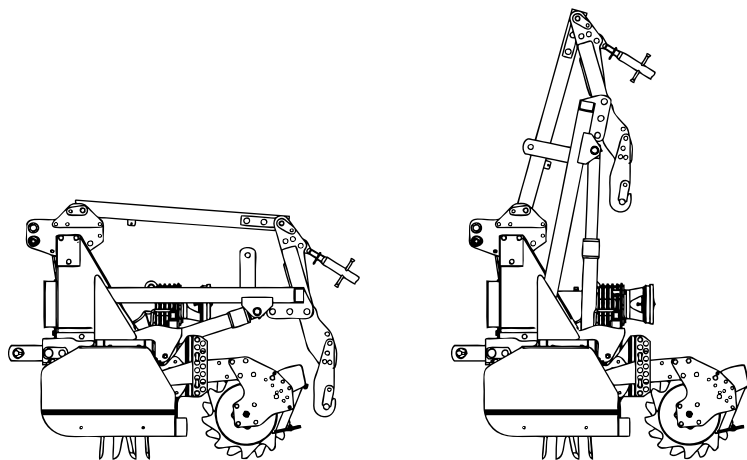

Fig. 8
4.4 FRÄSDRILLKOMBINATION (Abb. 8)